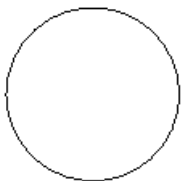

图 4.9.7 绘制圆
- (1) 在功能选项卡区域的 **草绘** 选项卡中单击“圆”按钮 .
- (2) 在空白区域选取一点作为圆的中心点，以任意半径绘制圆。
- (3) 单击鼠标中键结束绘制圆，如图 4.9.7 所示。